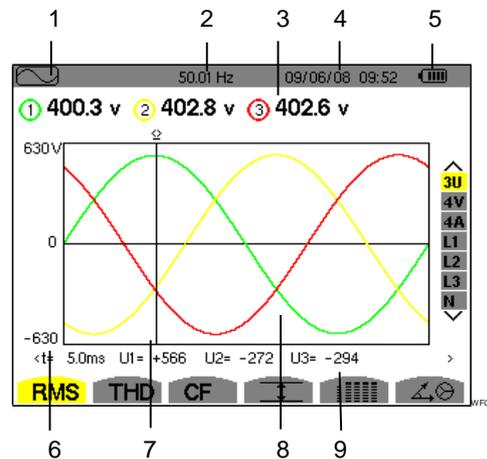

Figure 42 : l'écran d'affichage RMS en 3U
- 9 Valeur instantanée des signaux à l'intersection du curseur (Figure 42, rep. 7) et des courbes.